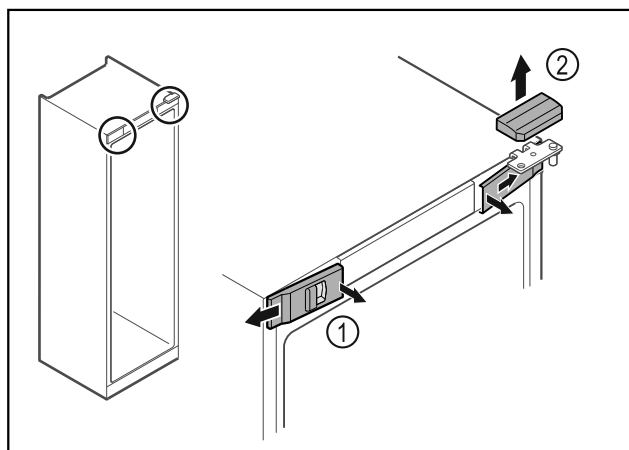

Fig. 12
- Voorste afdekkingen Fig. 12 (1) binnen ontgrendelen en naar de zijkant toe verwijderen.
- Bovenste afdekking Fig. 12 (2) naar boven toe verwijderen.